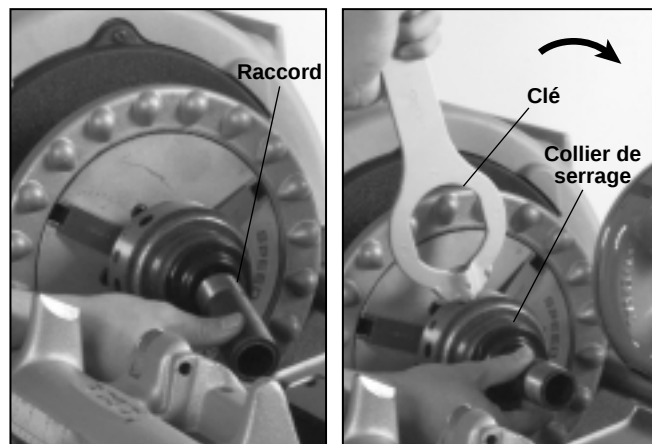

Figure 21 – Installation du raccord incomplet et libération du raccord fini à l'aide de la clé
6. Introduisez l'ergot de la clé dans un des trous du collier de serrage du mandrin à raccords, puis tournez (Figure 21). Dévissez le raccord fileté à la main.